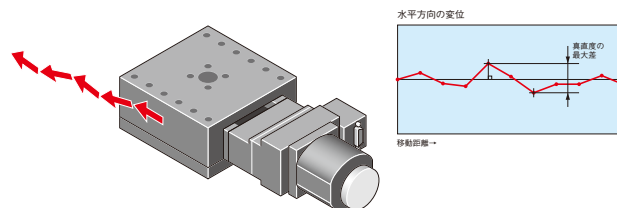

図3-7 真直度(水平)
3.7 真直度(水平)[JIS B 6191-1993準拠]【図3-7】